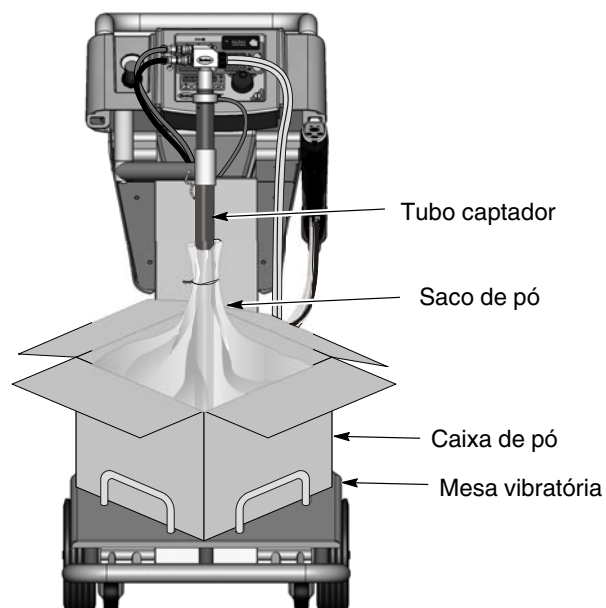

Figura 4-2 Montagem da caixa de pó
2. Consulte a figura 4-2. Coloque uma caixa de pó na mesa vibratória.